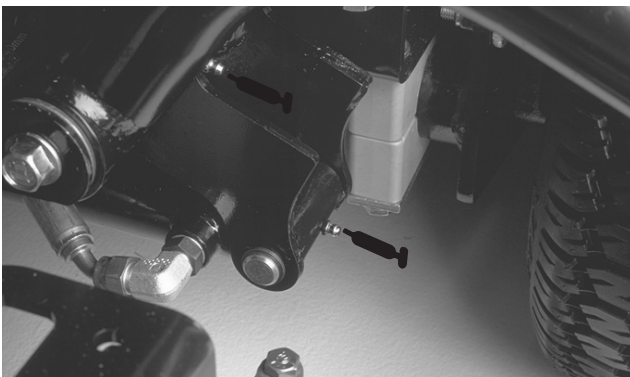

Bild 28
- Linke vordere Hubarm-Drehbüchsen und Hubzylinder (2) (Bild 28)